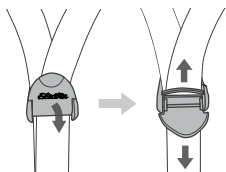

Figure 3. Fonctionnement de l'ajusteur de sangle
2. Débloquez l'ajusteur de sangle (Figure 3).